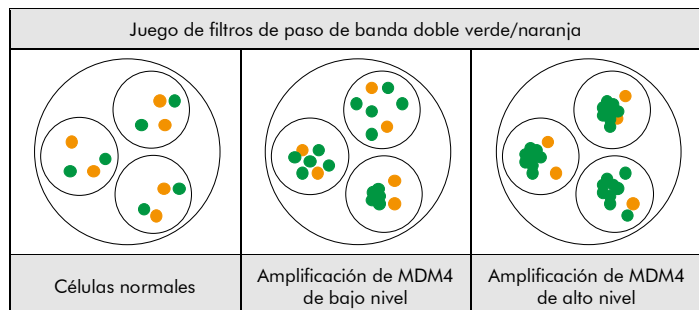

Fig. 2: Resultados previstos en núcleos normales y anómalos
**Situación normal:** En las interfases de células normales o células sin una amplificación que implique la región del gen MDM4, aparecen dos señales verdes y dos naranjas (ver Fig. 2).
**Situación anómala:** En células con una amplificación de la región del gen MDM4 se observará un aumento del número de señales verdes o grupos de señales verdes (ver Fig. 2).